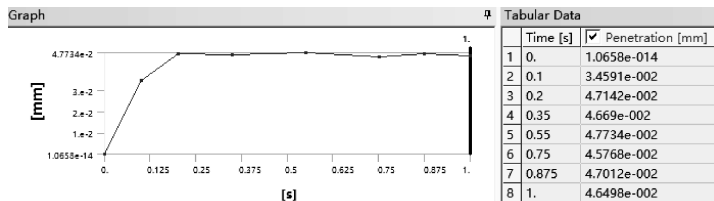

图 2-17 接触追踪渗透曲线与数表
(2) 右键单击【Penetration】，从弹出的快捷菜单中选择【Evaluate All Contact Trackers】，运算后出现如图 2-17 所示的曲线与数表。